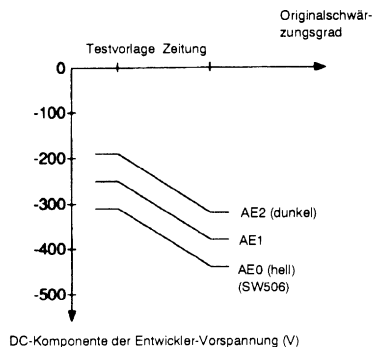

Bild 3-18
Bild 3-17 zeigt die Veränderung in der DC-Komponente der Entwickler-Vorspannung durch den Kontrastregler (Kopieren mit manueller Kontrastregelung). Bild 3-18 zeigt die Veränderung in der DC-Komponente der Entwicklervorspannung entsprechend dem Schwärzungsgrad des Originals, wenn mit automatischer Kontrastregelung kopiert wird (AE).